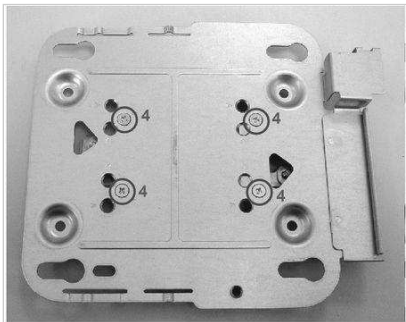

Fig. 7 - Fijación de la platina
- Con los tornillos (4) fijar la platina al soporte colocado en el riel (Fig. 7). Los orificios de fijación de la placa corresponderán a la posición indicada con letra (A,B o C) en el riel.